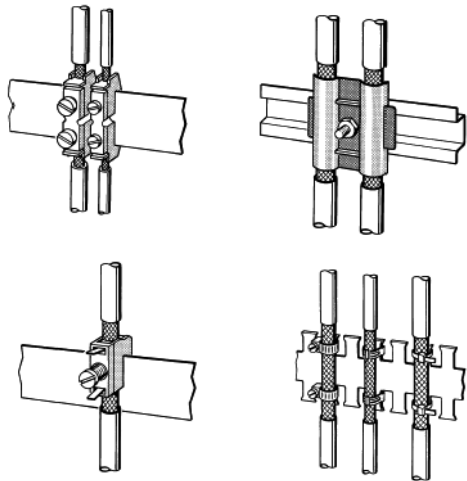

Fig. 14: Fixation des câbles blindés avec serre-câbles et colliers de serrage (représentation schématique)
- Les serre-câbles doivent entourer généreusement le blindage et garantir un bon contact (voir fig. 14).